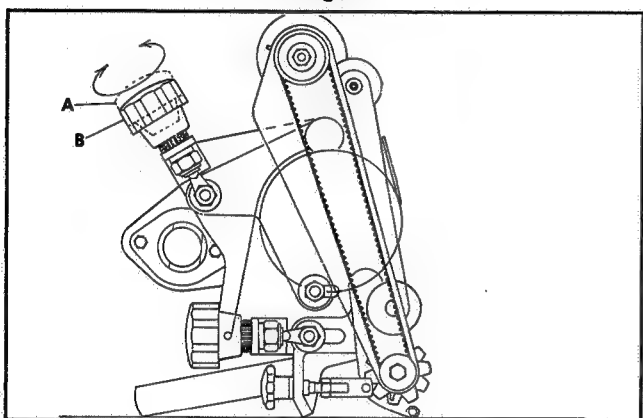

Fig.53
- a) Pull adjusting knob (position A Fig.53) and turn alternately left and right hand knobs a little in desired direction (clockwise to put on cut, anticlockwise to take off cut)
- c) Release the knob to engage the serrated locking ring. (position B Fig.53). It may be necessary to turn the knob slightly to allow it to engage.
- a) Den Einstellknopf (Pos.A Fig.53) herausziehen und den linken und rechten Knopf abwechselnd um einen geringen Betrag in die gewünschte Richtung drehen (zum Erhöhen des Schnitts im Uhrzeigersinn, zum Verringern des Schnitts im Gegenuhrzeigersinn).
- c) Den Knopf loslassen, um den Arretierzahnring einzurücken (Pos.B Fig.53). Zum Einrücken kann ein leichtes Drehen des Knopfes erforderlich sein.
- a) Tirer sur la molette de réglage (A, Fig.53) puis tourner en alternance du côté gauche et du côté droit, sur un arc réduit, dans le sens souhaité (sens des aiguilles d'une montre pour écarter, et dans l'autre sens pour rapprocher).
- c) Relâcher la molette pour que la bague crantée se verrouille (C, Fig.53). Pour cela, il faut parfois légèrement tourner la molette.